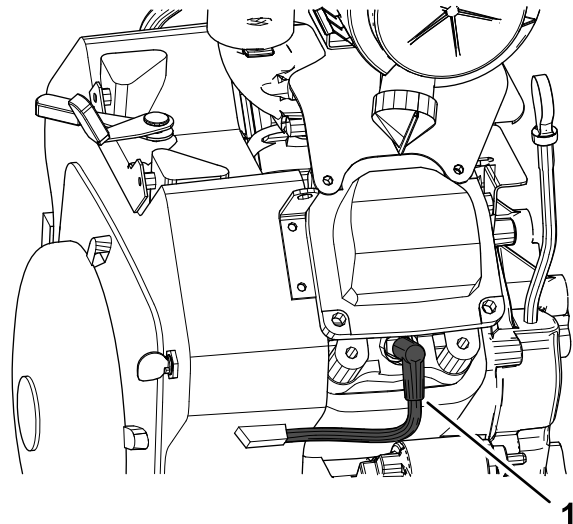

Figure 35
2. Nettoyez la surface autour des bougies (Figure 35).
3. Débranchez le fil des bougies (Figure 35).